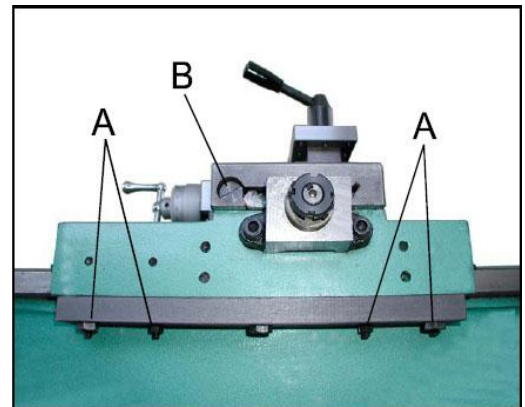

Рис. 23
1. Ослабьте три шестигранные гайки (А, Рис. 23), находящиеся внизу на задней стороне поперечных салазок, и отверните каждую из них на один полный оборот.
1. Выверните винт задних регулировочных клиньев (В, Рис. 23) примерно на один оборот.